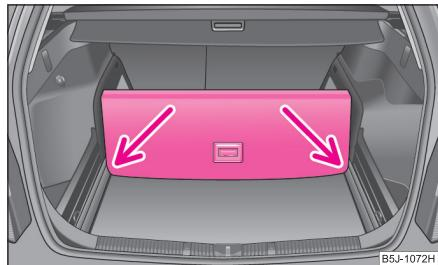

Abb. 10 Gepäckraum unterteilen
- Heben Sie den Teil des Ladebodens mit Griff an und sichern Sie diesen durch einschieben in die Nuten \Rightarrow Abb. 10. ■